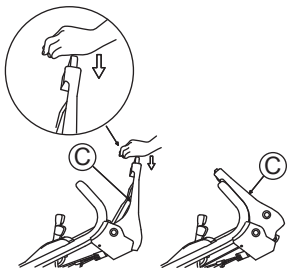

рис. 18
3. Переведите рычаг ножа (C) вперед, нажимая на желтую кнопку. После этого начинает вращаться нож. (См.Рис.18).